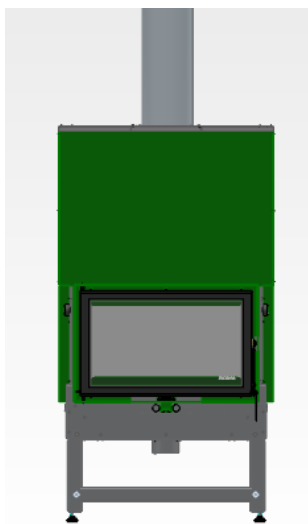

Figura 19
p) Instalar o adaptador de entrada de ar, no lado inferior conforme figura seguinte, Figura 19. Para fixar esta peça, existem 4 parafusos, no saco de acessórios incluído no equipamento.